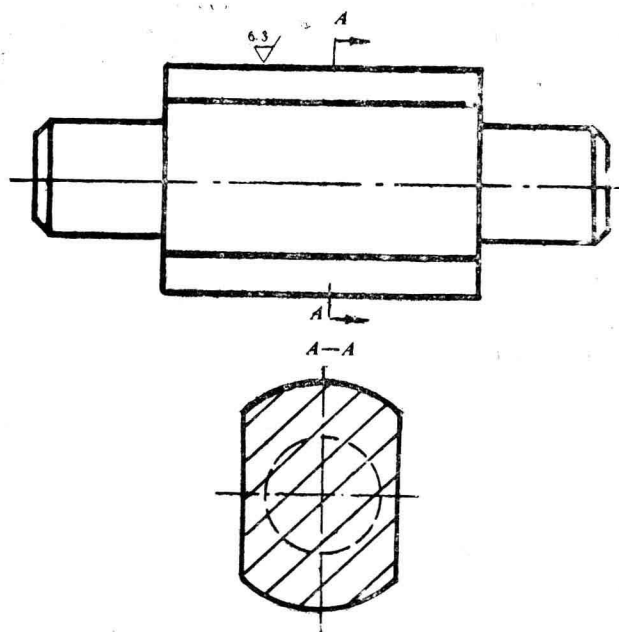

图8 断续外圆表面
2) 粗车如图8所示的, 工件材料为QT70-2, HB231~304的断续外圆表面。